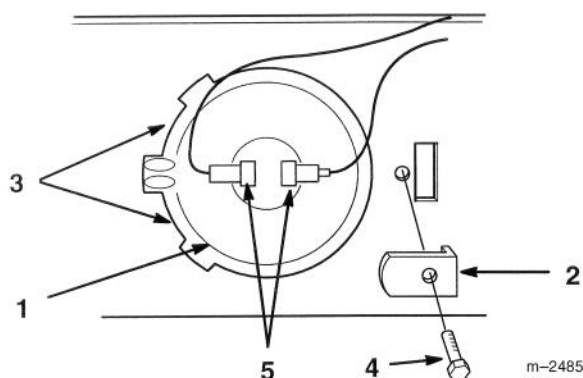

Figure 36
3. Retirer la vis de fixation de l'équerre de retenue (Fig. 36).
4. Soulever et tourner l'ampoule pour la sortir de la cavité (Fig. 36).
1. Placer le relief de positionnement à l'horizontale et tourner l'ampoule sous les languettes du côté gauche de la cavité (Fig. 36).
2. Bloquer l'ampoule dans la cavité au moyen de l'équerre de retenue et fixer celle-ci à l'aide de la vis (Fig. 36).
3. Enfoncer les connecteurs des fils sur les bornes de l'ampoule (Fig. 36).